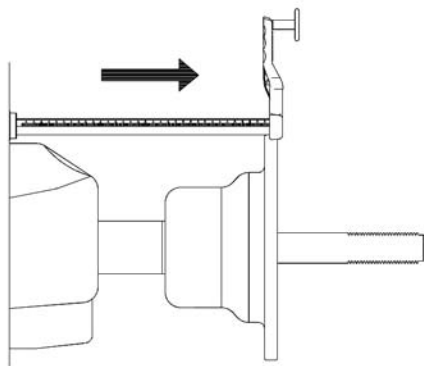

Figure 36
4. Tirer soigneusement sur le levier pour atteindre sa pleine extension (fig. 36) et le maintenir ainsi pendant environ une seconde.